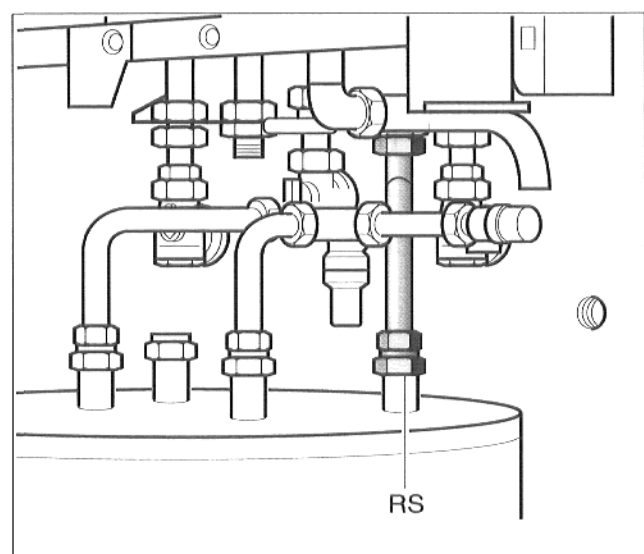

Abb. 8 Verbindungsrohr Speicherrücklauf
- Klemmringverschraubung an den Speicherrücklauf (RS) eindichten.
- Verbindungsrohr zwischen Speicher und Gas-Umlaufwasserheizer montieren (Auf Flachdichtung und Klemmring achten! Abb. 8).